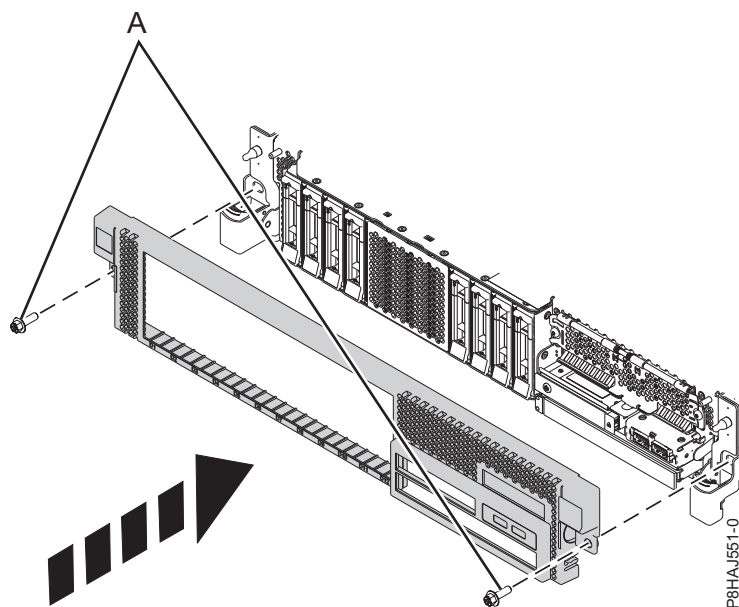

Figura 32. Instal·lació de la coberta frontal
3. Tanqueu els pestells d'alliberament empenyent-los en la direcció que mostra la Figura 32 a la pàgina 49. La coberta queda fixada al seu lloc i té un sagnant des d'on es pot retenir més fàcilment.
4. Substituïu els cargols de muntatge (A).